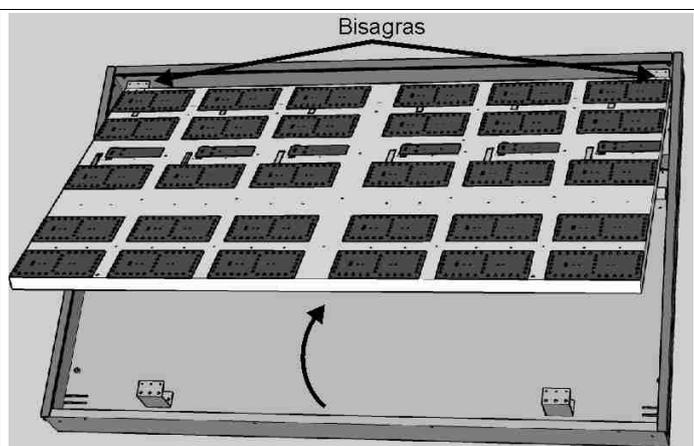

Fig. 15: Apertura del soporte de las tarjetas de LEDs
5. Abra el soporte donde están montadas las tarjetas de LEDs (Fig. 15) haciendo palanca en las bisagras del lado izquierdo.